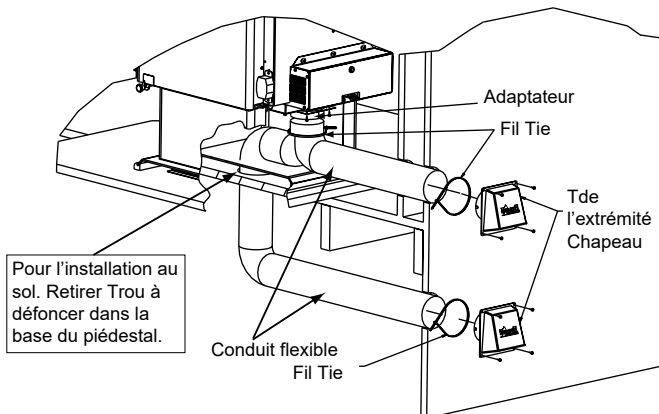
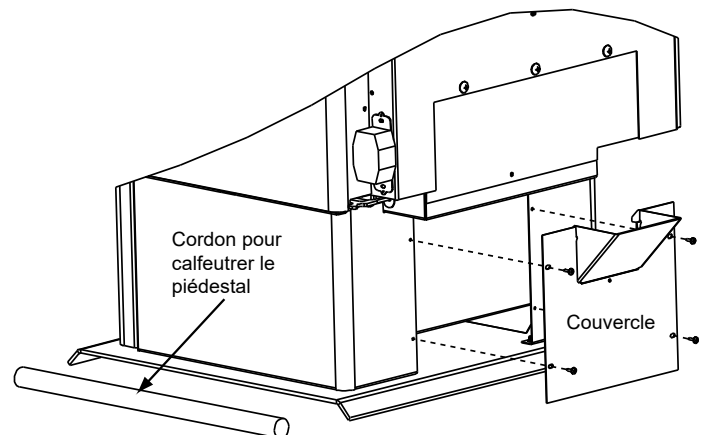

Figure 16.1
Figure 16.2
2. À l'aide d'un tournevis cruciforme n° 2, fixez l'adaptateur flexible à l'appareil à l'aide de 4 vis (**Figure 16.1**).
Dans certains cas, vous ne pourrez peut-être pas installer le tuyau flexible comme indiqué dans la **figure 16.1**. Si tel est le cas, vous devrez commander le SRV7033-041 qui comprend une plaque de couverture et une corde d'étanchéité, comme illustré à la **figure 16.2**. Le but est de sceller le piédestal afin qu'aucun air ambiant ne puisse s'infiltrer dans le piédestal ou pour l'infiltration d'air froid.